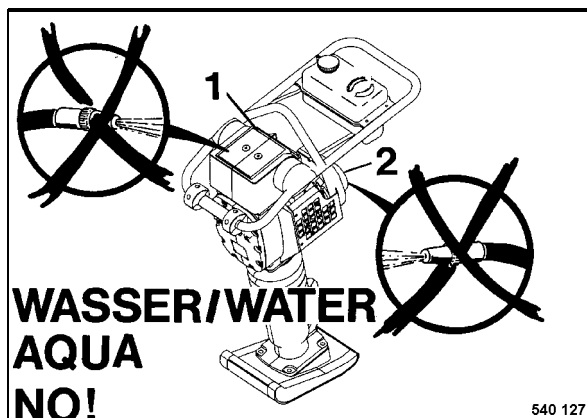

Fig. 27
- No dirigir el chorro de agua inmediatamente en el filtro de aire 1 (Fig. 27) y motor de arranque / aspiración de aire (2).